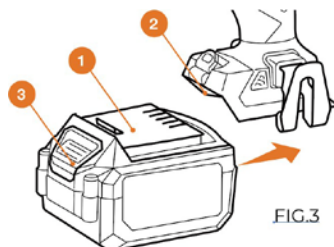

FIG.3
- 1- Plaats de accu in de connector totdat deze vastklikt (Afb. 3).